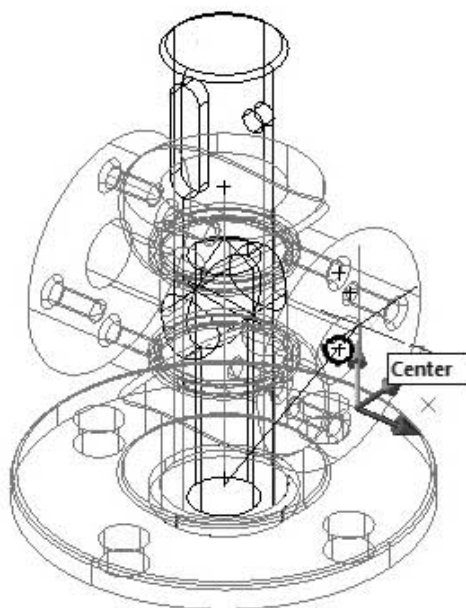

Рис. 12.50. Выбор третьей точки на корпусе
10. Укажите третью точку с привязкой Центр (Center) – центр окружности основания отверстия во фланцевой части корпуса (рис. 12.50):